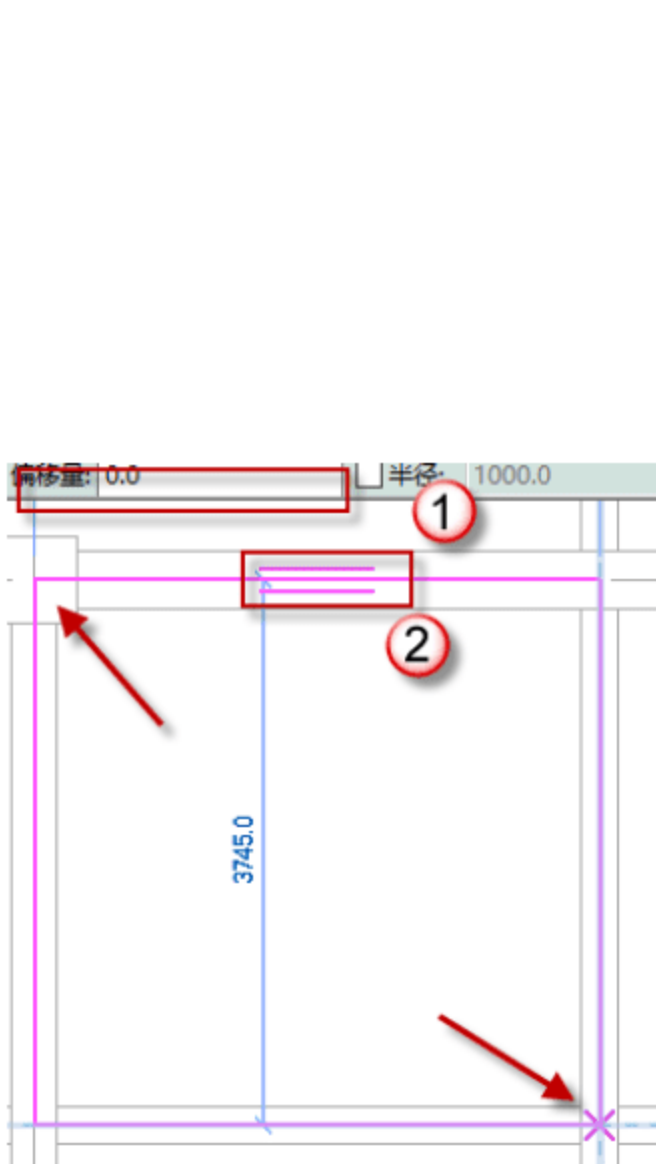

图 4.3.17 绘制 8 号板
(17) 绘制 8 号板，单击“矩形”按钮，绘制 8 号板，调整跨方向，将偏移量设置为 0，单击√按钮，完成绘制，如图 4.3.17 所示。